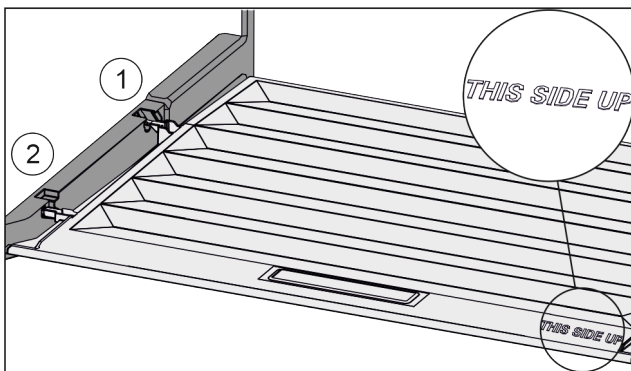

Fig. 109
- ▶ Вставити поперечні ребра через отвір заднього тримача Fig. 109 (1) і зафіксувати спереду у тримачі Fig. 109 (2).